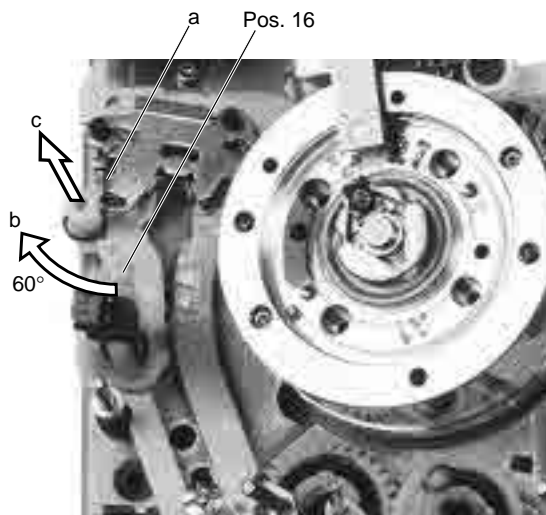

Fig. 21
- Drehfeder (a) aushängen (Fig. 21).
- Unhook the torsion spring (a, Fig. 21).